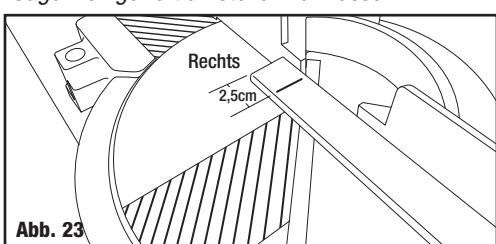

Abb. 23
2. Schieben Sie die Leiste mit dem Rahmenfalg nach außen gegen die rechte Anschlagsschiene und ca. 2,5 cm über den Sägeschlitz hinaus. (Abb. 23)